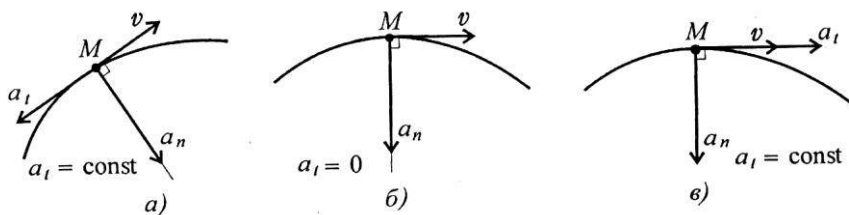

Рис.17
9. Точка движется по дуге. Охарактеризуйте движение точки (рис.17).